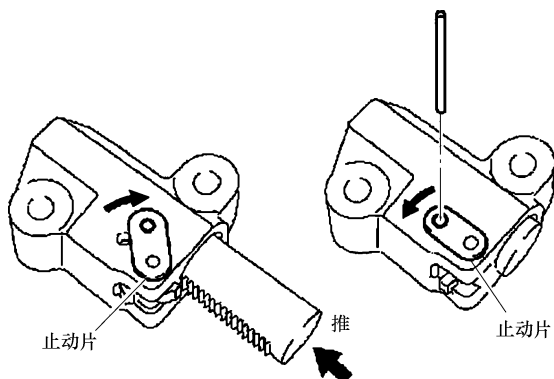
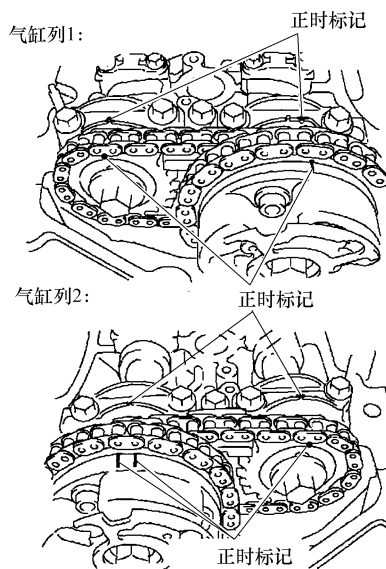

图 22-24 推压柱塞，固定止动片
图 22-25 对齐凸轮轴正时标记
① 按照图 22-24 所示，沿顺时针方向转动止动片，推压张紧器柱塞。
② 沿逆时针转动止动片，按照图 22-24 所示在张紧器和止动片上的孔中插入一根直径 3.5mm 的直杆，将止动片固定到位。
③ 安装正时链条张紧器并将螺栓紧固至 $10\text{N} \cdot \text{m}$ 。
① 按照图 22-25 所示，对齐凸轮轴各个正时标记。